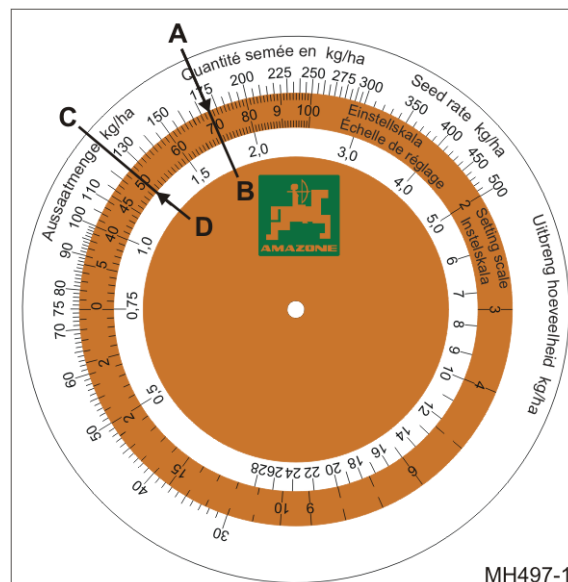

Fig. 160
- o beregnet såmengde 175 kg/ha (Fig. 160/A)
- o Girinnstillingsverdi 70 (Fig. 160/B).
- o ønsket såmengde 125 kg/ha (Fig. 160/C)
- o Girinnstillingsverdi 50 (Fig. 160/D).